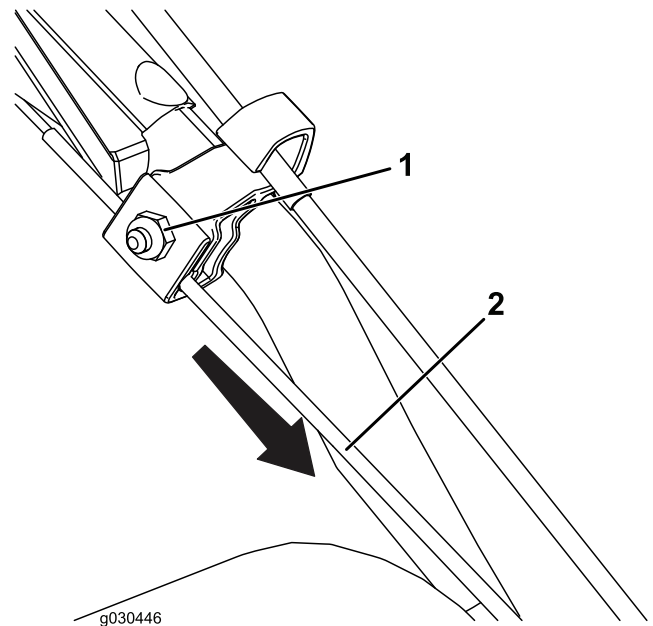

Figura23
1. Slăbiți piulița de pe clema de cablu superioară, însă nu o înlăturați (Figura23).
2. Trageți cablul în jos pentru a tensiona cablul (Figura23).
3. Strângeți piulița (Figura23).